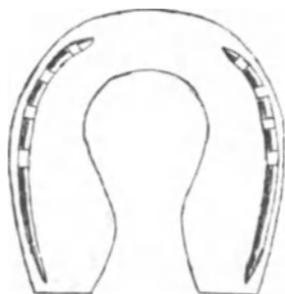

Abb. 87. Hufeisenförmiges Klaueneisen.
**2. Das hufeisenförmige Klaueneisen.** Es ist dem Hufeisen für Pferde ähnlich, an den Schenkelenden viel breiter und verhindert das Auseinanderweichen der Klauen. Man braucht es, wenn die Tiere viel auf unebenen Wegen arbeiten müssen (Abb. 87).